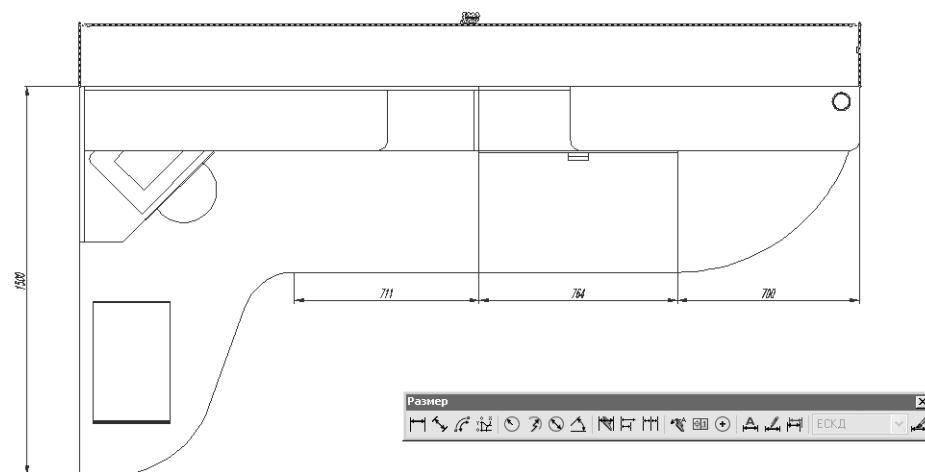

Рис. 11.15 ▼ Выбор базовой линии для построения размеров от общей базы
14. AutoCAD предложит выбрать выносную линию любого имеющегося на чертеже размера, которая будет использоваться в качестве базовой. Щелкните на правой выносной линии размера 3000 мм (рис. 11.15).